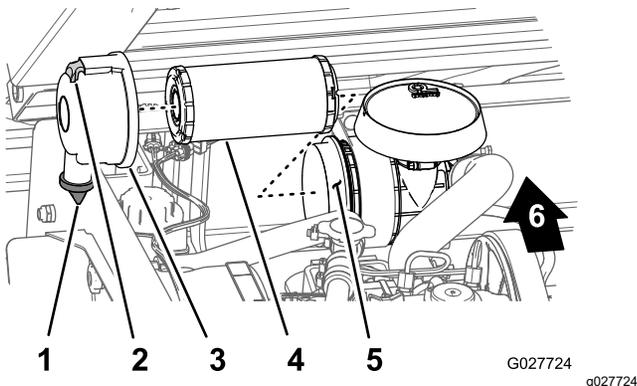

Figura 35
2. Verifique se existe algum dano no corpo do filtro de ar que possa provocar uma fuga de ar (Figura 35).
3. Puxe o trinco para fora e rode a cobertura do filtro de ar no sentido contrário ao dos ponteiros do relógio (Figura 35).
5. Suavemente, faça deslizar o elemento do filtro para fora da caixa (Figura 35) para reduzir a quantidade de pó deslocado.
1. Limpe a porta de ejeção de sujidade que se encontra na cobertura do filtro de ar (Figura 35).
2. Retire a válvula de saída em borracha da tampa, limpe a cavidade, e volte a colocar a válvula de saída (Figura 35).
3. Insira o elemento do filtro na caixa do filtro de ar pressionando a aba exterior do elemento para o encaixar na caixa (Figura 35).
4. Alinhe a cobertura do filtro de ar com a caixa do filtro com a válvula de saída de borracha numa posição descendente—aproximadamente, entre as 5 e as 7 horas quando vista a partir da extremidade (Figura 35).
5. Prenda a cobertura à caixa com as patilhas (Figura 35).